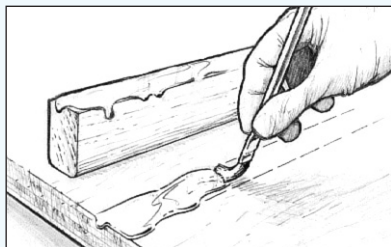

Figura 9 Aplique la mezcla de resina/endurecedor a las superficies a unir.
1. Aplique una mezcla de resina/endurecedor a las superficies a unir (*Figura 9*). Esto se llama “pre-encolado” o “imprimación” de las superficies a encolar. El epoxi se aplica con una brocha desechable en zonas pequeñas o de difícil acceso; las zonas más grandes se impriman con un rodillo de espuma, o extendiendo la mezcla de resina/endurecedor de forma homogénea por la superficie con una espátula de plástico. Continúe con la segunda etapa inmediatamente o en cualquier momento antes de que la capa de imprimación pierda su pegajosidad.